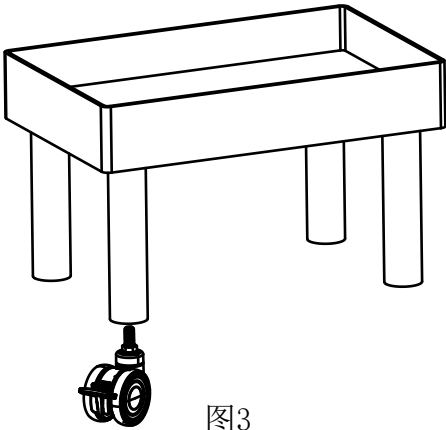

图3
- ①脚轮丝杆与安装部螺纹对齐, 然后拧动丝杆使脚轮固定, 但不完全拧紧, 如图3所示;